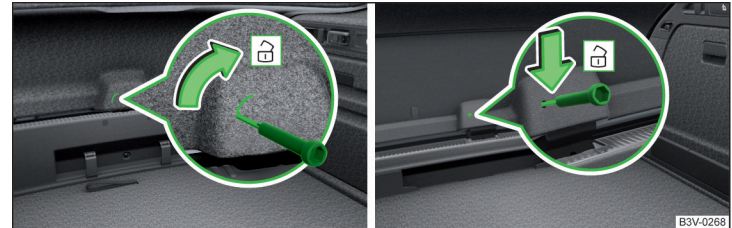

Abb. 262 Gepäckraumklappe entriegeln: Variante 1 / Variante 2
- › In die Aussparung bzw. Öffnung in der Verkleidung » Abb. 262 einen Schraubendreher oder ein ähnliches Werkzeug bis zum Anschlag einführen.